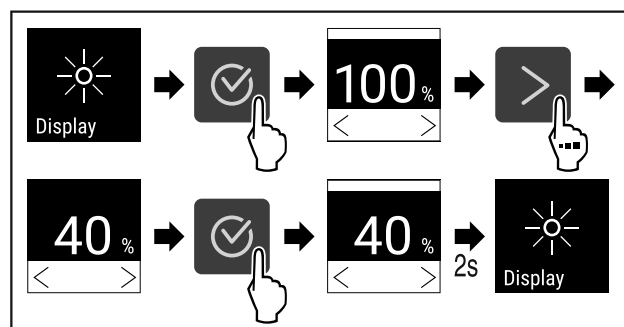

Fig. 77
- ▶ Vykonajte kroky akcie (pozri Fig. 77).